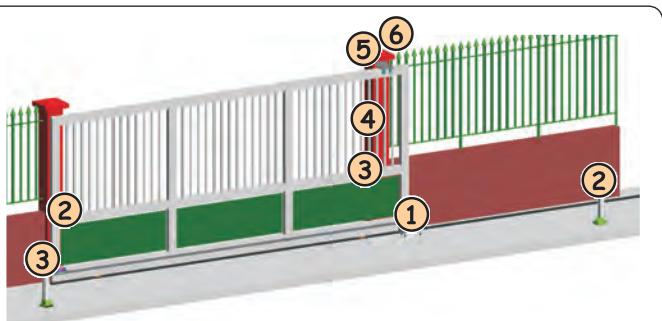

Fig. 3
4. Disposer les câbles électriques pour la connexion aux accessoires et l'alimentation électrique d'après la Fig. 3.
En suivant les indications de la Fig. 3, disposer les câbles dans les canalisations et réaliser les connexions électriques aux accessoires choisis.